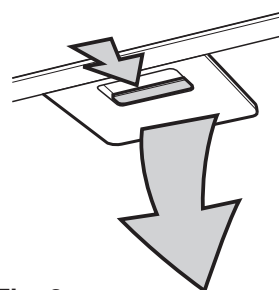

Fig. 3
- Dra fjäderspärren bakåt och avlägsna filtret genom att dra det nedåt. **Fig. 3.**